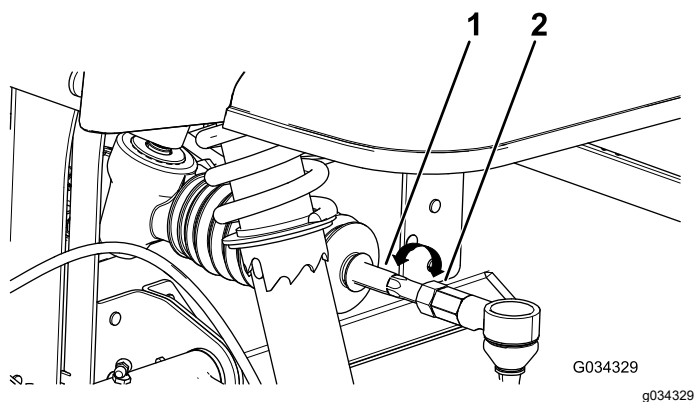

Figura 55
4. Si la distancia no es de 0 ± 3 mm, afloje las contratuercas en el extremo exterior de las bielas (**Figura 55**).